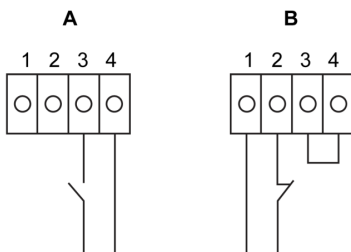

Figura 20. Connessioni dell'interruttore EPO
L'interruttore EPO è connesso al connettore dedicato EPO posto sul pannello frontale superiore dell'UPS. La figura 20 illustra le connessioni normalmente aperte (NO) e normalmente chiuse (NC) dell'interruttore EPO.